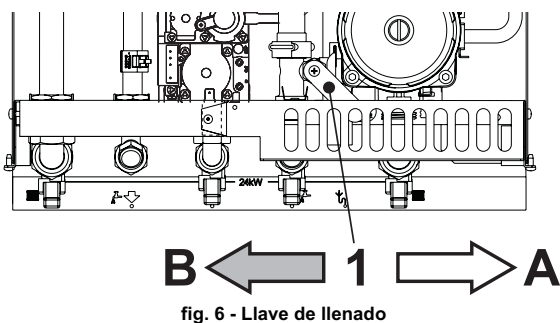

fig. 6 - Llave de llenado
La presión de carga con la instalación fría, leída en el hidrómetro de la caldera, tiene que estar alrededor de 1,0 bar. Si la presión de la instalación disminuye por debajo del mínimo admisible, la caldera se apaga y el display muestra la anomalía F37. Llevarla al valor inicial mediante el grifo fig. 6 de carga (1). Al finalizar la operación, cerrar siempre la llave de llenado.